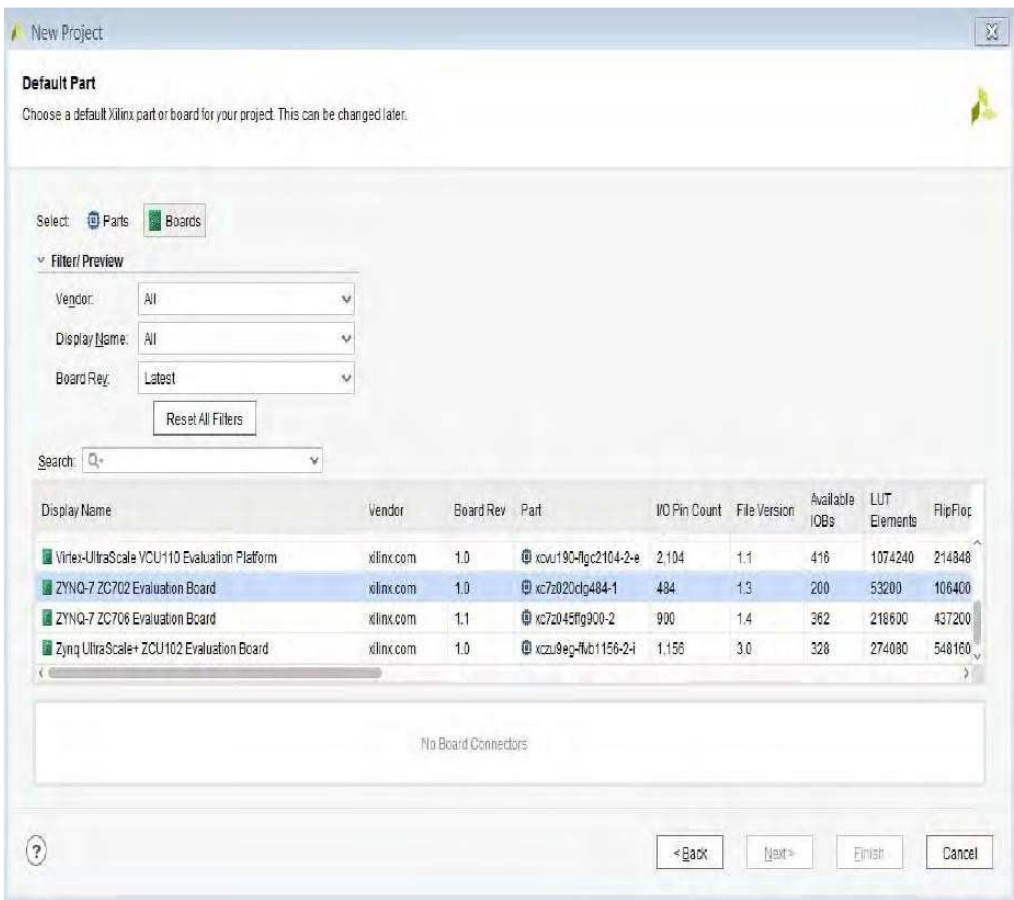

图 10-4: 指定 Vivado 项目细节
- 选择 ZYNQ-7 ZC702 评估板(图 10-4)。